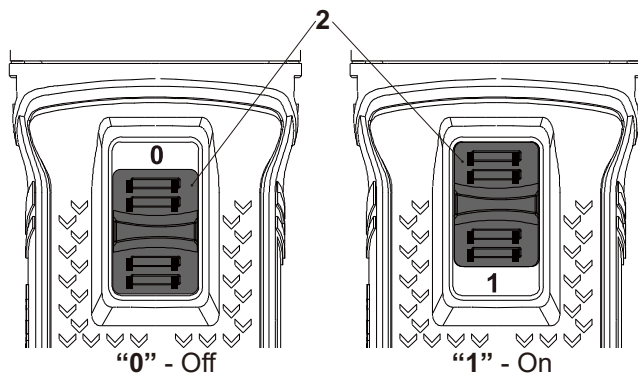

Fig. 13
- > Asegúrese de que el interruptor de encendido/apagado (2) está en posición apagado (Fig. 13).
- > Deslice el interruptor de encendido/apagado (2) hacia delante (visto desde la posición del operador) para encender el producto (Fig. 13).
- > Deslice el interruptor de encendido/apagado (2) hacia atrás (visto desde la posición del operador) para apagar el producto (Fig. 13).